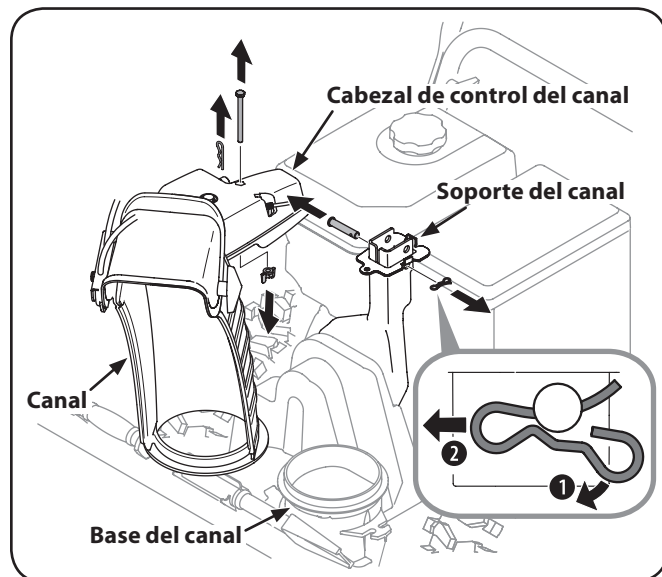

Figura 3-10
1. Retire el pasador de chaveta, la tuerca de mariposa y el tornillo hexagonal del cabezal de control del canal, y el pasador de horquilla y el pasador de chaveta con unión curva de la ménsula de soporte del canal. Vea la Figura 3-10.
8. Finalizar asegurar el control de la cabeza a la tolva de soporte con tuerca de mariposa, horquilla alfiler, y arco-tie Cotter pines eliminado en el paso 1. Vea la Figura 3-10.